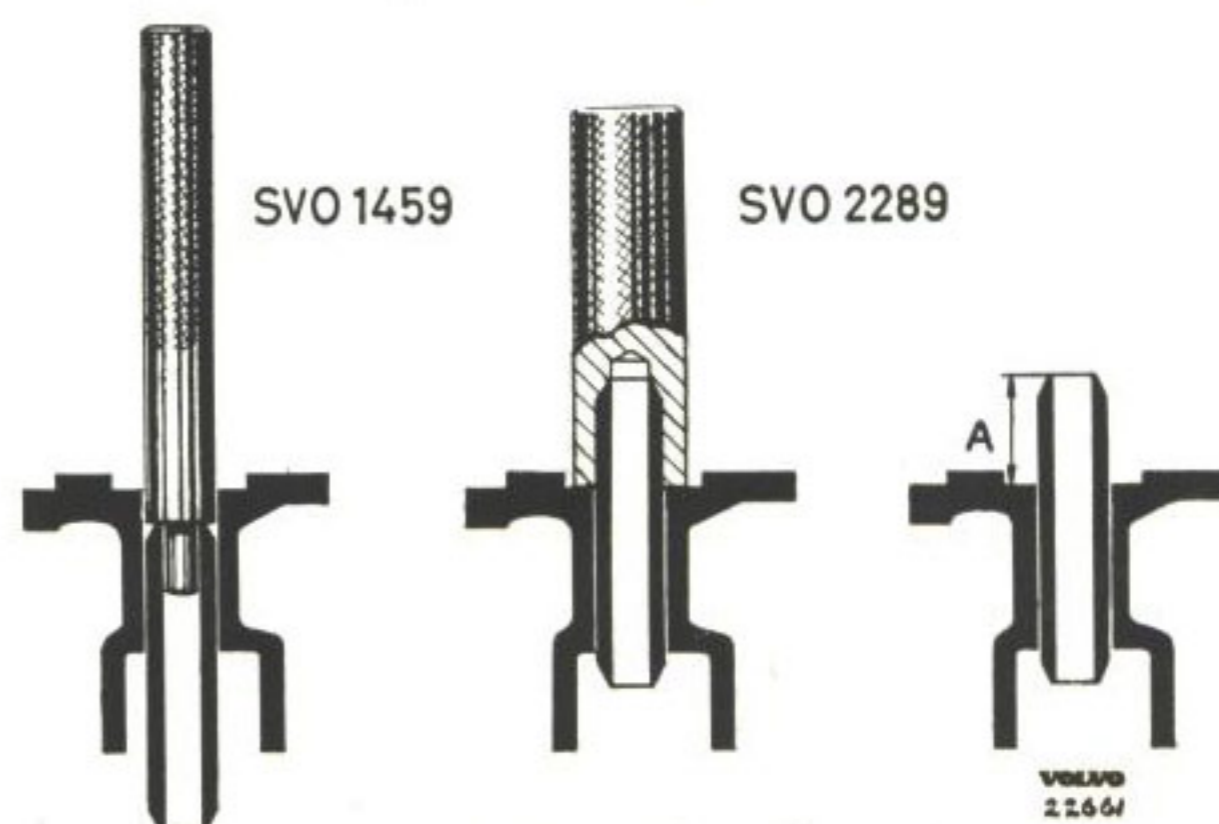

Bild 37. Byte av ventilstyrningar.
2. Pressa i nya styrningar, använd dorn SVO 2289, som ger rätt ipressningsdjup. Se bild 37.